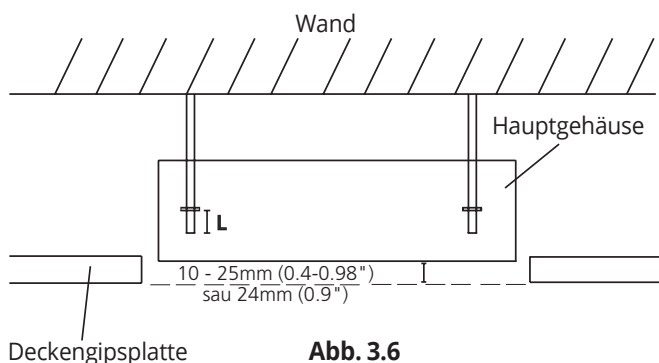

Abb. 3.6
**HINWEIS:** Die Unterseite des Geräts sollte 10 - 25 mm (0,4-0,98") für 24k-60k-Modelle oder 24 mm (0,9") für 12k-18k-Modelle höher sein als die Zwischendeckenplatte. Allgemein, sollte das L (abgebildet in Bild. 3.6) die Hälfte der Aufhängeschraube sein oder so lang sein, dass die Schraubenmutter nicht herunterfallen können.